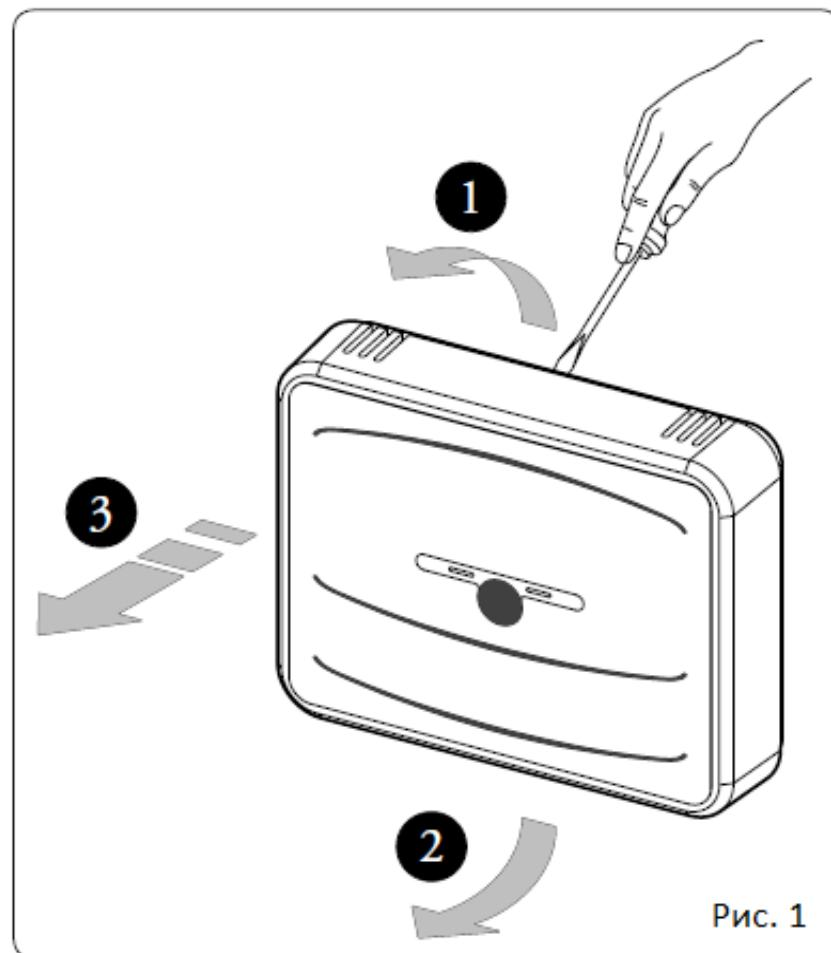

Рис. 1
1. Отделите крепежную панель от крышки базы CRONO 7, используя в качестве рычага отвертку, вставляя ее в специальное углубление (Рис. 1). Вручную потяните крышку во внешнюю сторону, чтобы отделить ее от основания.
9. Защелкните корпус CRONO 7 на крепежной панели (Рис. 1), используйте два поставляемых винта (Рис. 8).